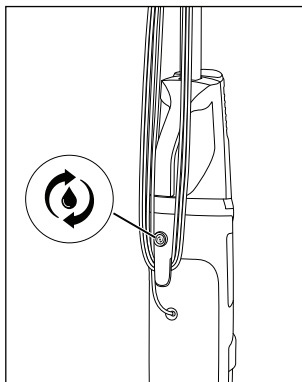

Fig. 32
- ◆ Prima o interruptor Autolimpeza **19** (ver fig. 32).